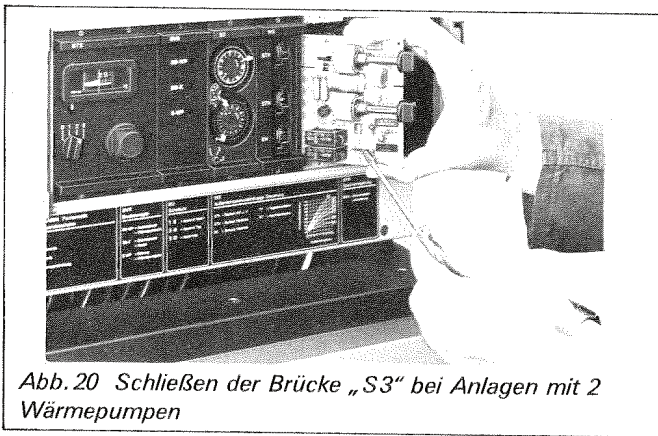

Abb. 20 Schließen der Brücke „S3“ bei Anlagen mit 2 Wärmepumpen
4. Auf der Sollwertleiterplatte befindet sich die Brücke „S3“ (Abb. 20). Diese Brücke muß durch Einhängen des Drahtbügels in den Haken geschlossen werden.